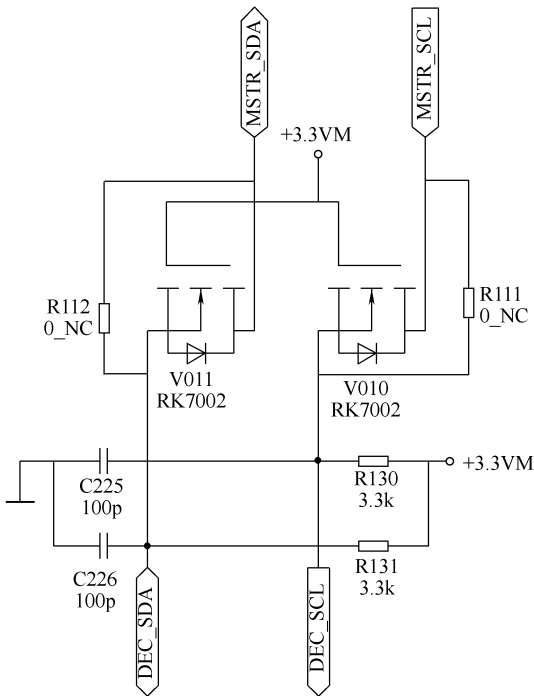

图 6-72 V010 相关电路
【附注】1) 该机在故障出现时主要检测总线 N016⑤脚电压 (正常为 3V)。2) V010 相关电路如图 6-72 所示。